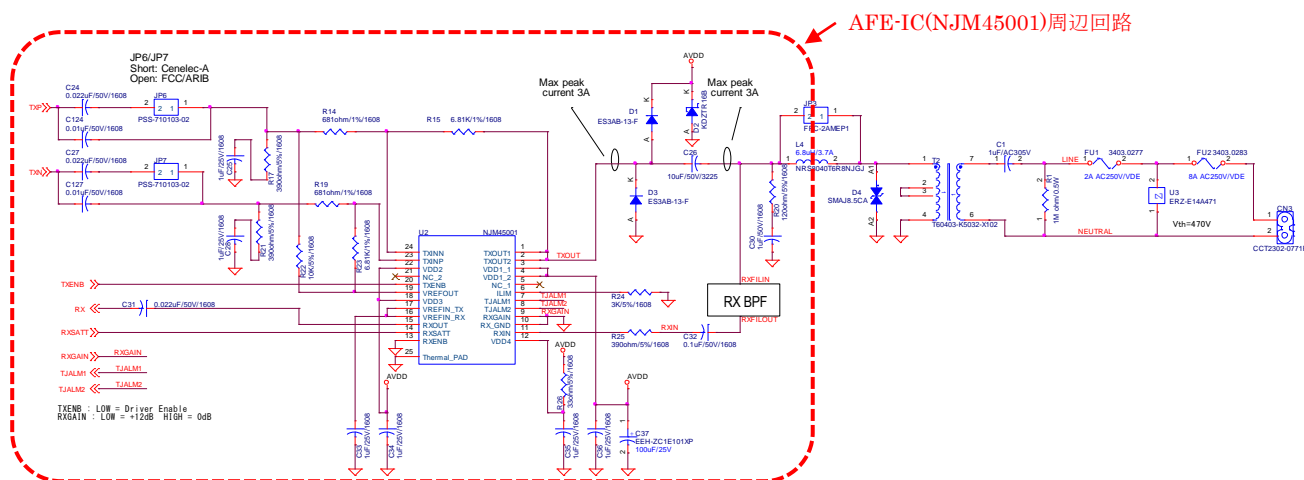

Figure 3-1 AFE-IC 周辺回路の接続例
- AFE-IC 周辺回路の接続例を Figure 3-1 に示します。